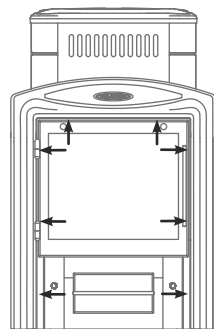

Рисунок 5. Места установки саморезов.
- пол из горючих и трудногорючих материалов перед дверцей топки — металлическим листом размером 700×500 мм (рисунок 5)
1. открутить саморезы 8 шт., которыми прикрепляется рамка с дверцей к топливному каналу, и снять ее; (см. рисунок 5)